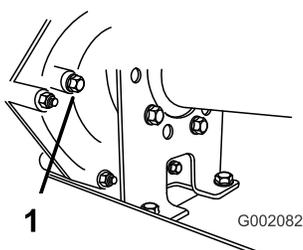

Figura 56
2. Rimuovete il bullone dal foro indicatore di livello (Figura 56).